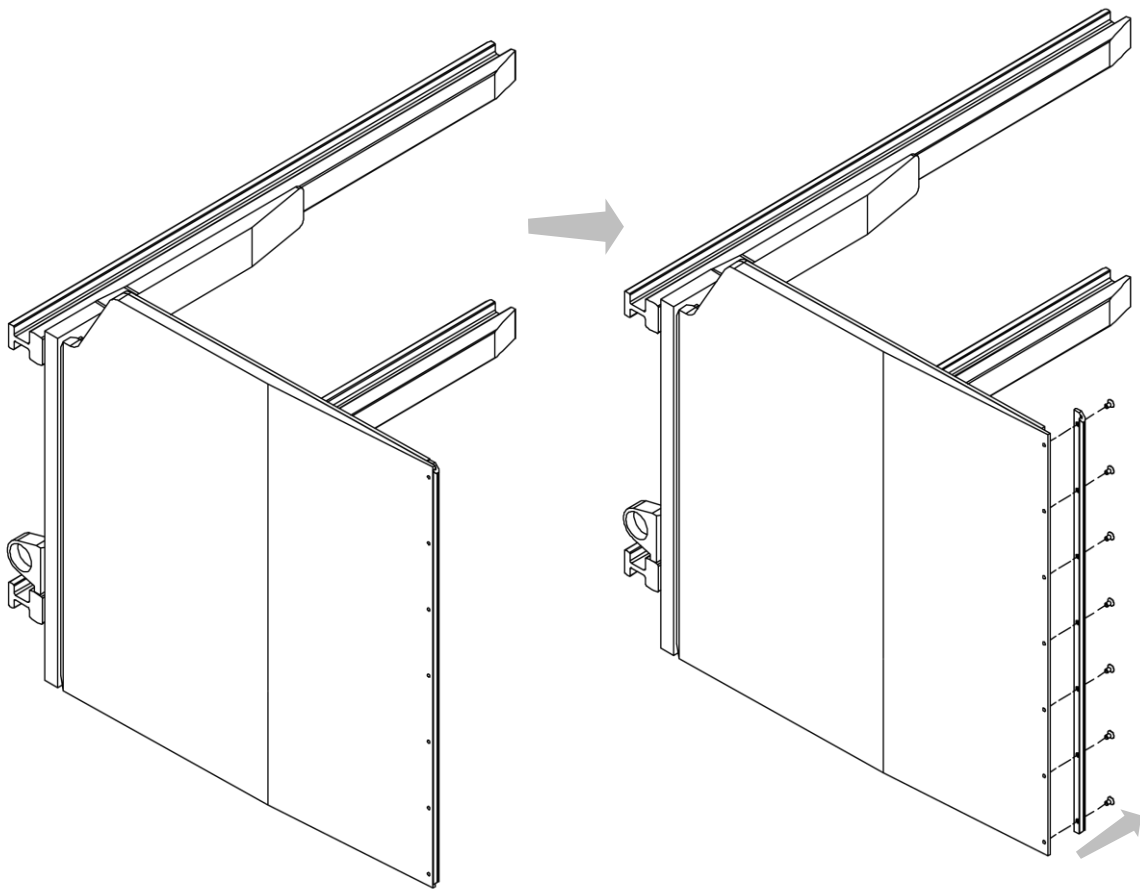

Figure 90
2. Retirer les embouts de protection en dévissant les vis qui les fixent aux mâchoires (voir *Figure 90*).